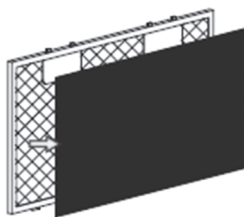

Рис. 2
3. См. рис. 2. Замените новый угольный фильтр на жировой фильтр.